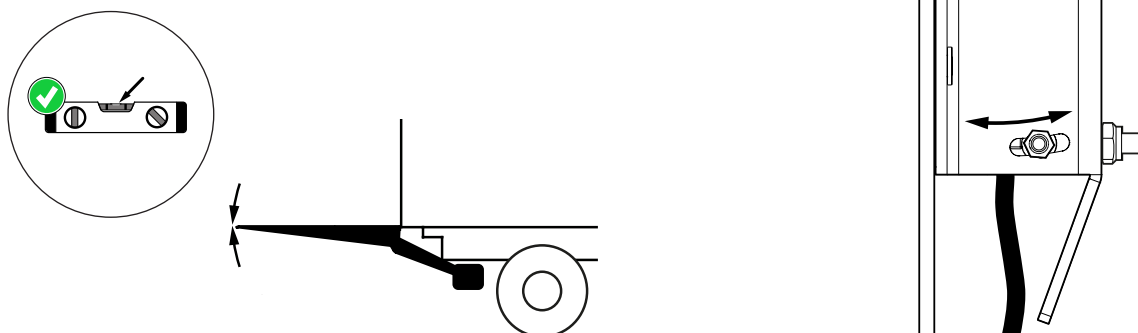

Bild 59. Justering av autotilt-vinkel
1. Lossa de två skruvarna utan att skruva bort, se Bild 59.
2. Justera vinkelgivarens läge till önskad vinkel, se Bild 59.